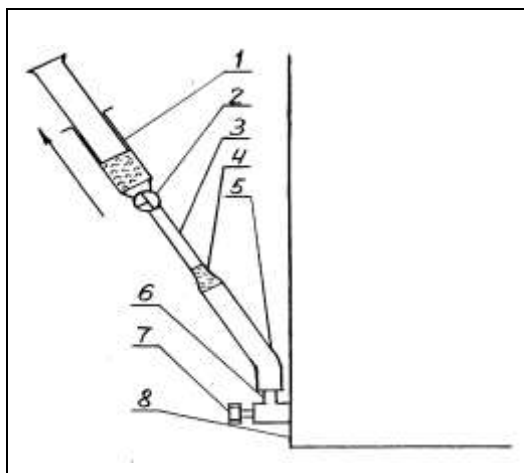

Рисунок 1 Отбор трансформаторного масла в пробоотборник
2.4.2. В качестве пробоотборников применяются (рис.1) шприцы «ELCHROM» (1) объемом 20 см³ с трехходовым краном (2).
2.4.3. Отбор пробы в шприц производится с помощью герметичного маслоотборного устройства (рис.1), состоящего из вакуумной или обычной резиновой трубки (3) с внутренним диаметром 2-3мм, металлического или стеклянного переходника (4) и резиновой трубки с внутренним диаметром 4-6мм (5). Основным требованием к маслоотборному устройству является обеспечение герметичного соединения штуцера (6) электрооборудования (8) и шприца (1).